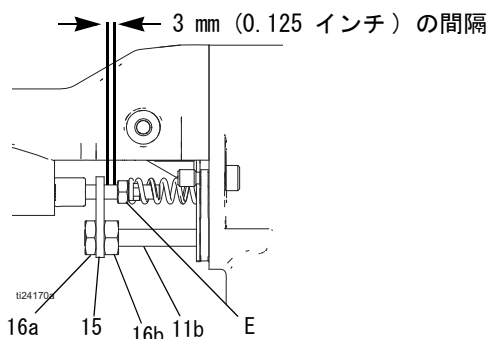

図 34. 作動装置のアームの調整
- 調整ナット (16a、16b) と作動装置のアーム (15) を取り外します。図 34 を参照してください。